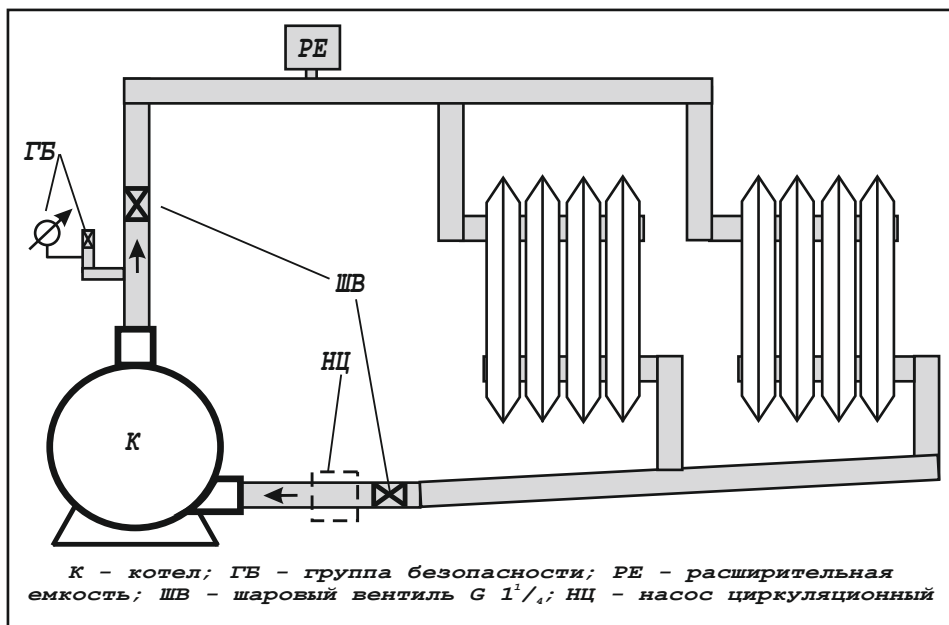

Рисунок 3 - Примерная схема системы отопления
5.9 *Внимание!* При эксплуатации прибора запрещается полностью или частично перекрывать шаровые вентили на входе и выходе из котла (см. рисунок 3).